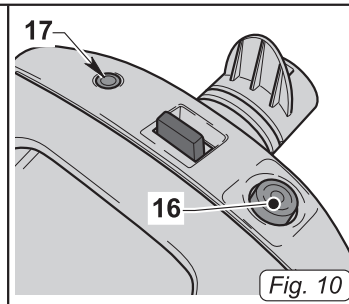

Fig. 10
- Presionar el interruptor (16 Fig. 10), el cual se ilumina, para encender el aparato. Si la lámpara se ilumina (17 Fig. 10) indica que la bolsa de papel está llena y debe ser reemplazada.
- Presionar el interruptor (16 Fig. 10) para apagar el aparato.